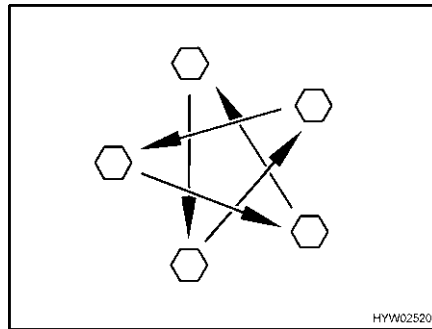

Fig. 185 Serrare a croce i dadi o i bulloni delle ruote
- Controllare regolarmente il serraggio dei dadi o dei bulloni. Regolare a croce (Fig. 185) il serraggio dei dadi o dei bulloni di una ruota sostituita dopo circa 50 km.
- ▷ Serrare a croce i dadi o i bulloni delle ruote (Fig. 185).